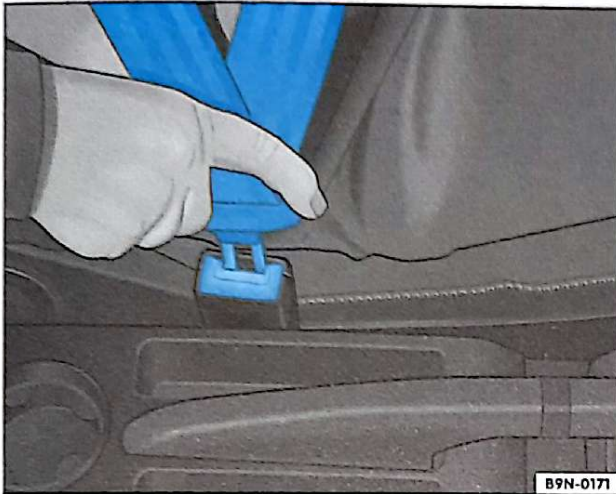

Fig. 10 Fecho e lingueta do cinto de segurança
- Insira a lingueta de engate no respectivo alojamento do fecho no banco, até encaixá-la, ouvindo o “clique” característico ⇒ fig. 10.